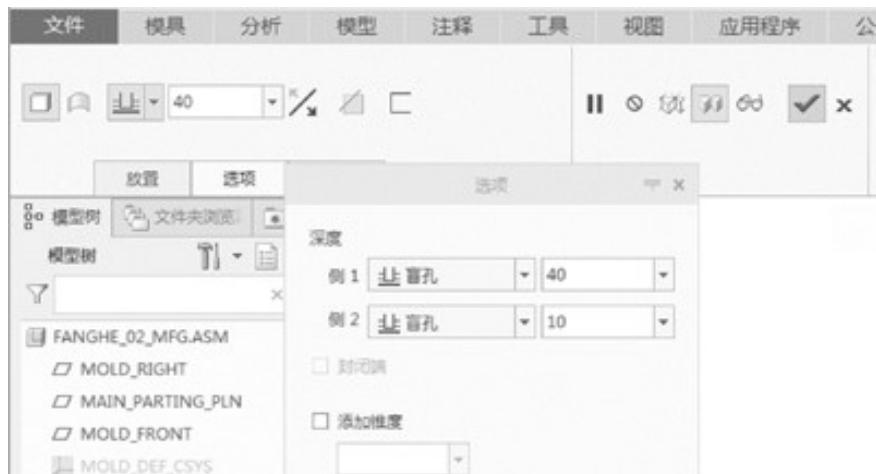

图2-20 设定“拉伸”参数
Step 12 在“拉伸”操控板中单击“拉伸为实体”按钮 \square ，单击“选项”按钮 \square ，在“侧1”下拉列表选择“盲孔”选项 \square ，选择“深度”为40mm，在“侧2”下拉列表中选择“盲孔”选项 \square ，选择“深度”为10mm，取消“添加锥度”的选中状态，如图2-20所示。